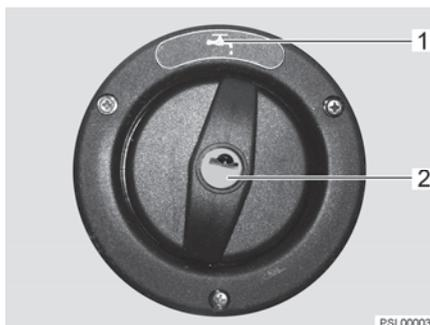

Fig. 136 Couvercle de fermeture pour bec de remplissage d'eau potable
Le bec de remplissage d'eau potable est désigné par le symbole "🚰" (Fig. 136,1). Le couvercle de fermeture est ouvert et verrouillé à l'aide de la clé pour les serrures extérieures.
- Insérer la clé dans le barillet (Fig. 136,2) et la tourner d'un quart de tour dans le sens inverse des aiguilles d'une montre.
- Ouvrir le bec de remplissage d'eau potable (Fig. 136).